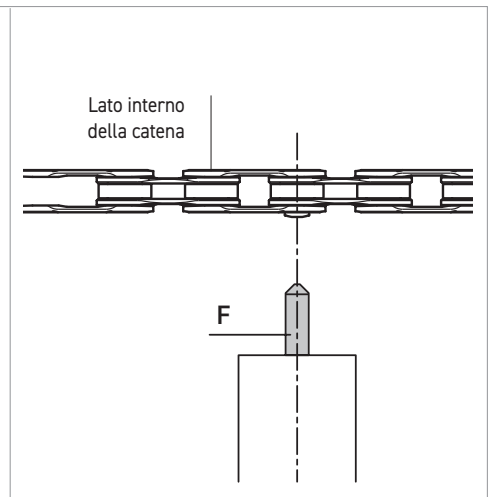

Fig.18
- Verificate che la punta conica dello spintore sia in asse con il centro della bussola ULTRA-LINK 5-CN-SR700 (Fig. 18).